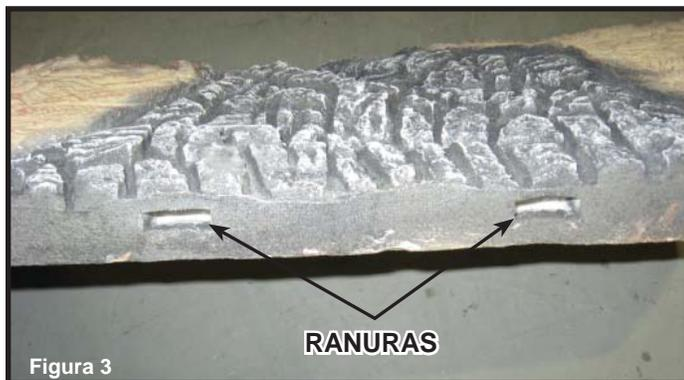
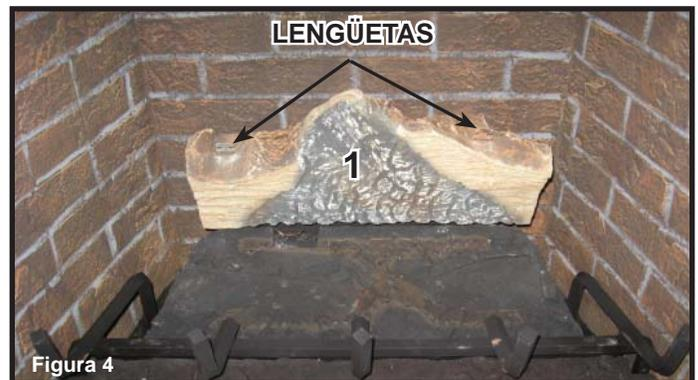

Figura 3
Figura 4
**PRECAUCIÓN:** Los leños son frágiles, manipúelos con cuidado. **Leño #1 (SRV2164-701):** Identifique las lengüetas de ubicación que se encuentran en el protector del piloto (consulte la Figura 2). Identifique las ranuras en la parte inferior del leño n° 1 (consulte la Figura 3). Encaje las lengüetas del protector del piloto en las ranuras que se encuentran en la parte inferior del leño n° 1. Para instalar el leño n° 1 correctamente, éste debe descansar sobre el protector del piloto de forma nivelada y las lengüetas deben estar completamente encajadas (consulte la Figura 4).
La Figura 4 muestra las lengüetas que se encuentran en la parte superior del leño n° 1. Éstas lengüetas se deben encajar en las ranuras ubicadas en la parte inferior de los leños n° 2 y n° 3 (consulte la Figura 5). Los leños n° 2 y n° 3 cuentan con surcos que facilitan la colocación correctamente de los mismos sobre la rejilla (consulte la Figura 5). Sostenga el leño n° 1 en posición vertical mientras instala el leño n° 2.
**PRECAUCIÓN:** Los leños son frágiles, manipúelos con cuidado. **Leño #1 (SRV2168-701):** Identifique las lengüetas de ubicación que se encuentran en el protector del piloto (consulte la Figura 2). Identifique las ranuras en la parte inferior del leño n° 1 (consulte la Figura 3). Encaje las lengüetas del protector del piloto en las ranuras que se encuentran en la parte inferior del leño n° 1. Para instalar el leño n° 1 correctamente, éste debe descansar sobre el protector del piloto de forma nivelada y las lengüetas deben estar completamente encajadas (consulte la Figura 4).